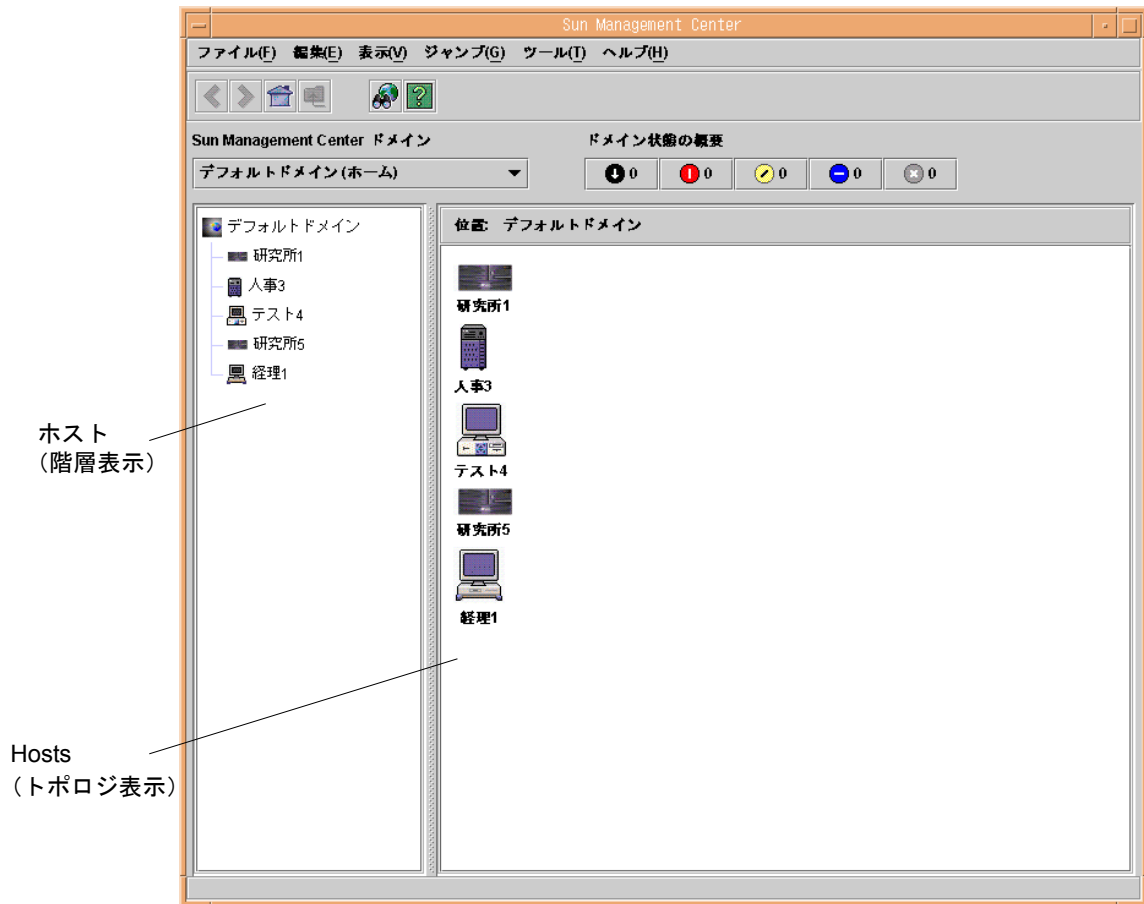

図 3-2 Sun Management Center のメインコンソールウィンドウ
Sun Management Center のメインコンソールウィンドウが表示されます (図 3-2)。
1. Sun Management Center のメインウィンドウにテストするホストを表示します (図 3-2)。